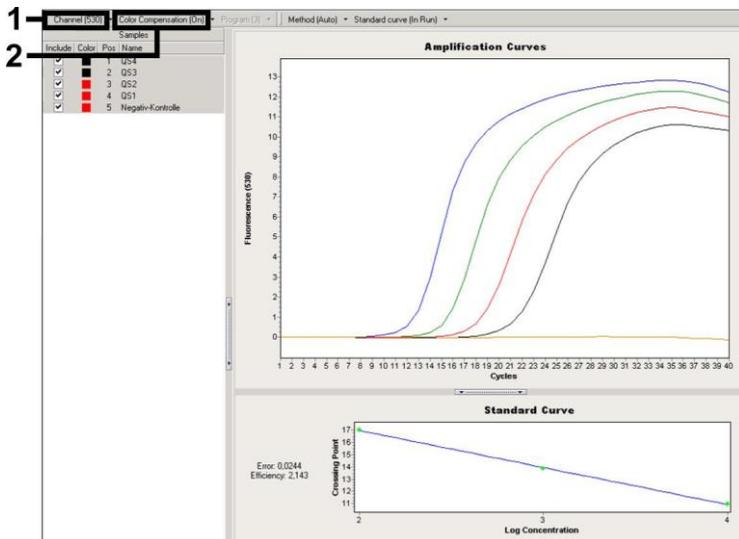

Abb. 16: Aktivierung der *Color Compensation File* und Auswahl des Fluoreszenzkanals.
Zur Analyse der PCR-Daten gehen Sie bitte folgendermaßen vor (siehe Abb. 16):
- Die *LightCycler* Software-Version 4.0 enthält eine Datei mit dem Namen *Color Compensation File*, die Interferenzen zwischen Fluoreszenzkanälen bei Multicolor-Analysen kompensiert. Öffnen Sie diese Datei während oder nach dem PCR-Lauf durch Aktivieren der *Color Comp (On/Off)* (Farbkompensation [ein/aus]) und dann Betätigen der Schaltfläche *Select Color Compensation* (Farbkompensation auswählen) (siehe Abb. 16). Wenn keine *Color Compensation File* installiert ist, erstellen Sie die Datei entsprechend den Anweisungen im *LightCycler Operator's Manual*.